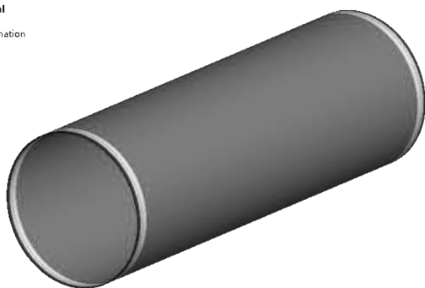
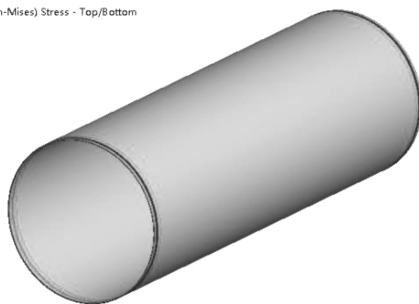

图 4-75 结构变形云图
图 4-76 结构等效应力
(1) 在导航树上单击【Solution (A6)】。
(2) 在求解工具栏中单击【Deformation】→【Total】；【Stress】→【Equivalent Stress】。
(3) 在 Mechanical 标准工具栏中单击 Solve 进行求解运算，求解结束后如图 4-75、图 4-76 所示。